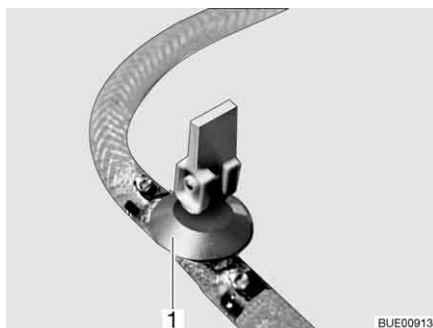
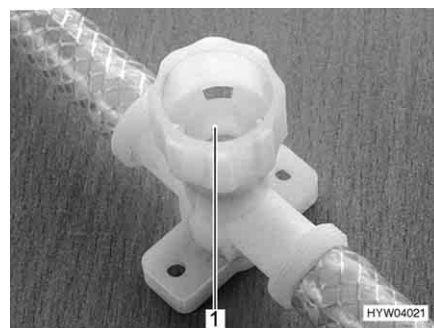

Fig. 147 Rubinetto di scarico (con leva a bilanciere)
Fig. 148 Rubinetto di scarico (con tappo a vite)
- Chiudere tutti i rubinetti di scarico. Mettere la leva a bilanciere del rubinetto di scarico (Fig. 147,1) orizzontale o chiudere il coperchio del rubinetto di scarico (Fig. 148,1) in senso orario.